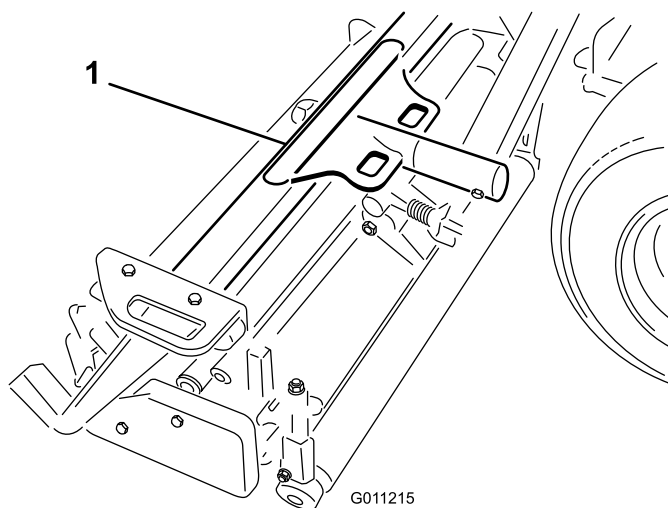
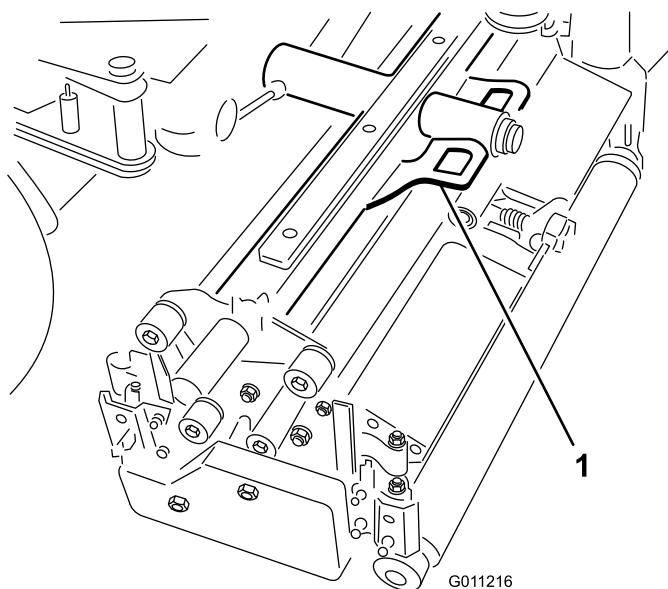
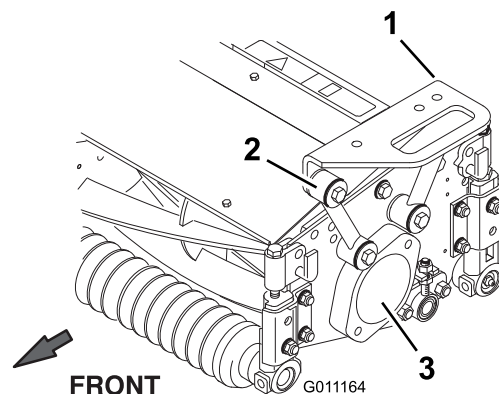

Figura 14
Figura 15
Figura 16
2. Collocate un telaio portante anteriore (Figura 14) su ogni apparato di taglio anteriore. Allineate i fori di montaggio ai tiranti di montaggio, come illustrato nella Figura 16.
3. Collocate il telaio portante posteriore (Figura 15) sull'apparato di taglio posteriore e allineate i fori di montaggio ai tiranti di montaggio, come illustrato nella Figura 16.
4. Fissate ogni tirante di montaggio sul telaio portante con un bullone (3/8 x 2-1/4 inch), 2 rondelle piane e un dado di bloccaggio, come mostrato in Figura 16. Posizionate una rondella su ogni lato del tirante durante il montaggio. Serrate i fermi a 42 Nm.
5. Rimuovete i tappi dalle sedi della guarnizione dei restanti apparati di taglio (Figura 16).